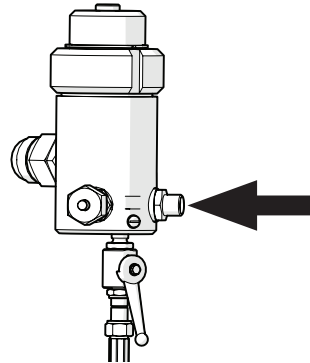

Abb. 9 Spritzschlauch am HDF anschliessen
1. Schließen Sie den Spritzschlauch an den Materialausgang am Hochdruckfilter an (siehe Abb. 9).